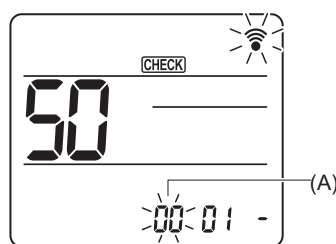
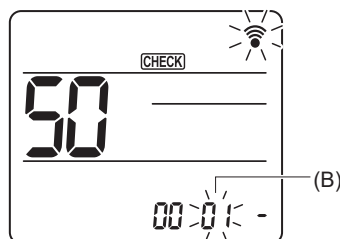

Fig. 6-15
Fig. 6-16
(2) Réglage du numéro d'appareil
Appuyez sur les touches [DOWN] pour régler le numéro d'appareil (A). (Fig. 6-15) Pointez la télécommande sans fil vers le récepteur de l'appareil intérieur, puis appuyez sur la touche [SET].
(3) Sélection d'un mode
Appuyez sur les touches [DOWN] pour régler le numéro de mode (B). (Fig. 6-16) Pointez la télécommande sans fil vers le récepteur de l'appareil intérieur, puis appuyez sur la touche [SET].